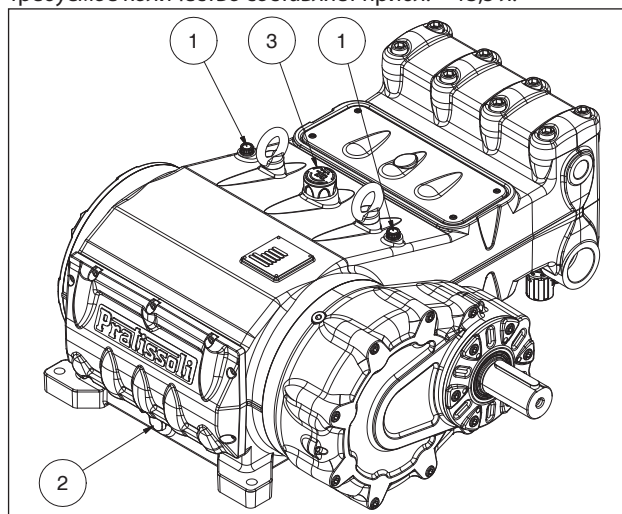

Рис. 3
Проверьте уровень масла с помощью специальных маслоизмерительных щупов, на которых есть метки минимального и максимального уровня ①, Рис. 3. При необходимости долейте масло через пробку ②, Рис. 3. Для правильной проверки уровня масла насос должен находиться при температуре окружающей среды; смену масла следует осуществлять при рабочей температуре насоса; сняв пробку ②, Рис. 3. Масло необходимо проверять и заменять, как указано в разделе 11. Требуемое количество составляет прибл. ~ 13,5 л.